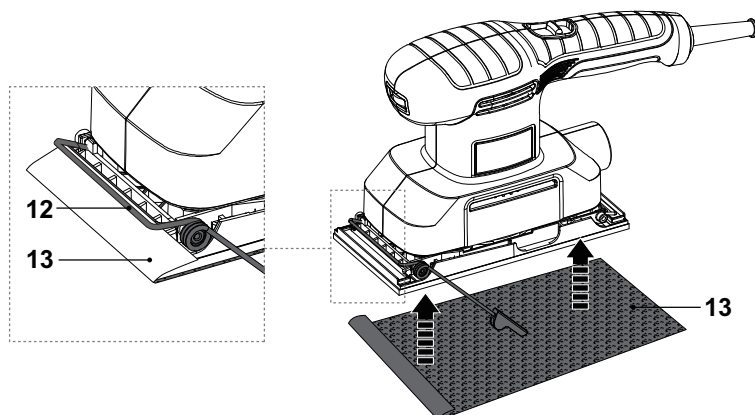

Fig. 5
- > Positionnez une extrémité de la feuille abrasive (13) sur une des pinces de serrage (12) et maintenez-la en place (Fig. 5).